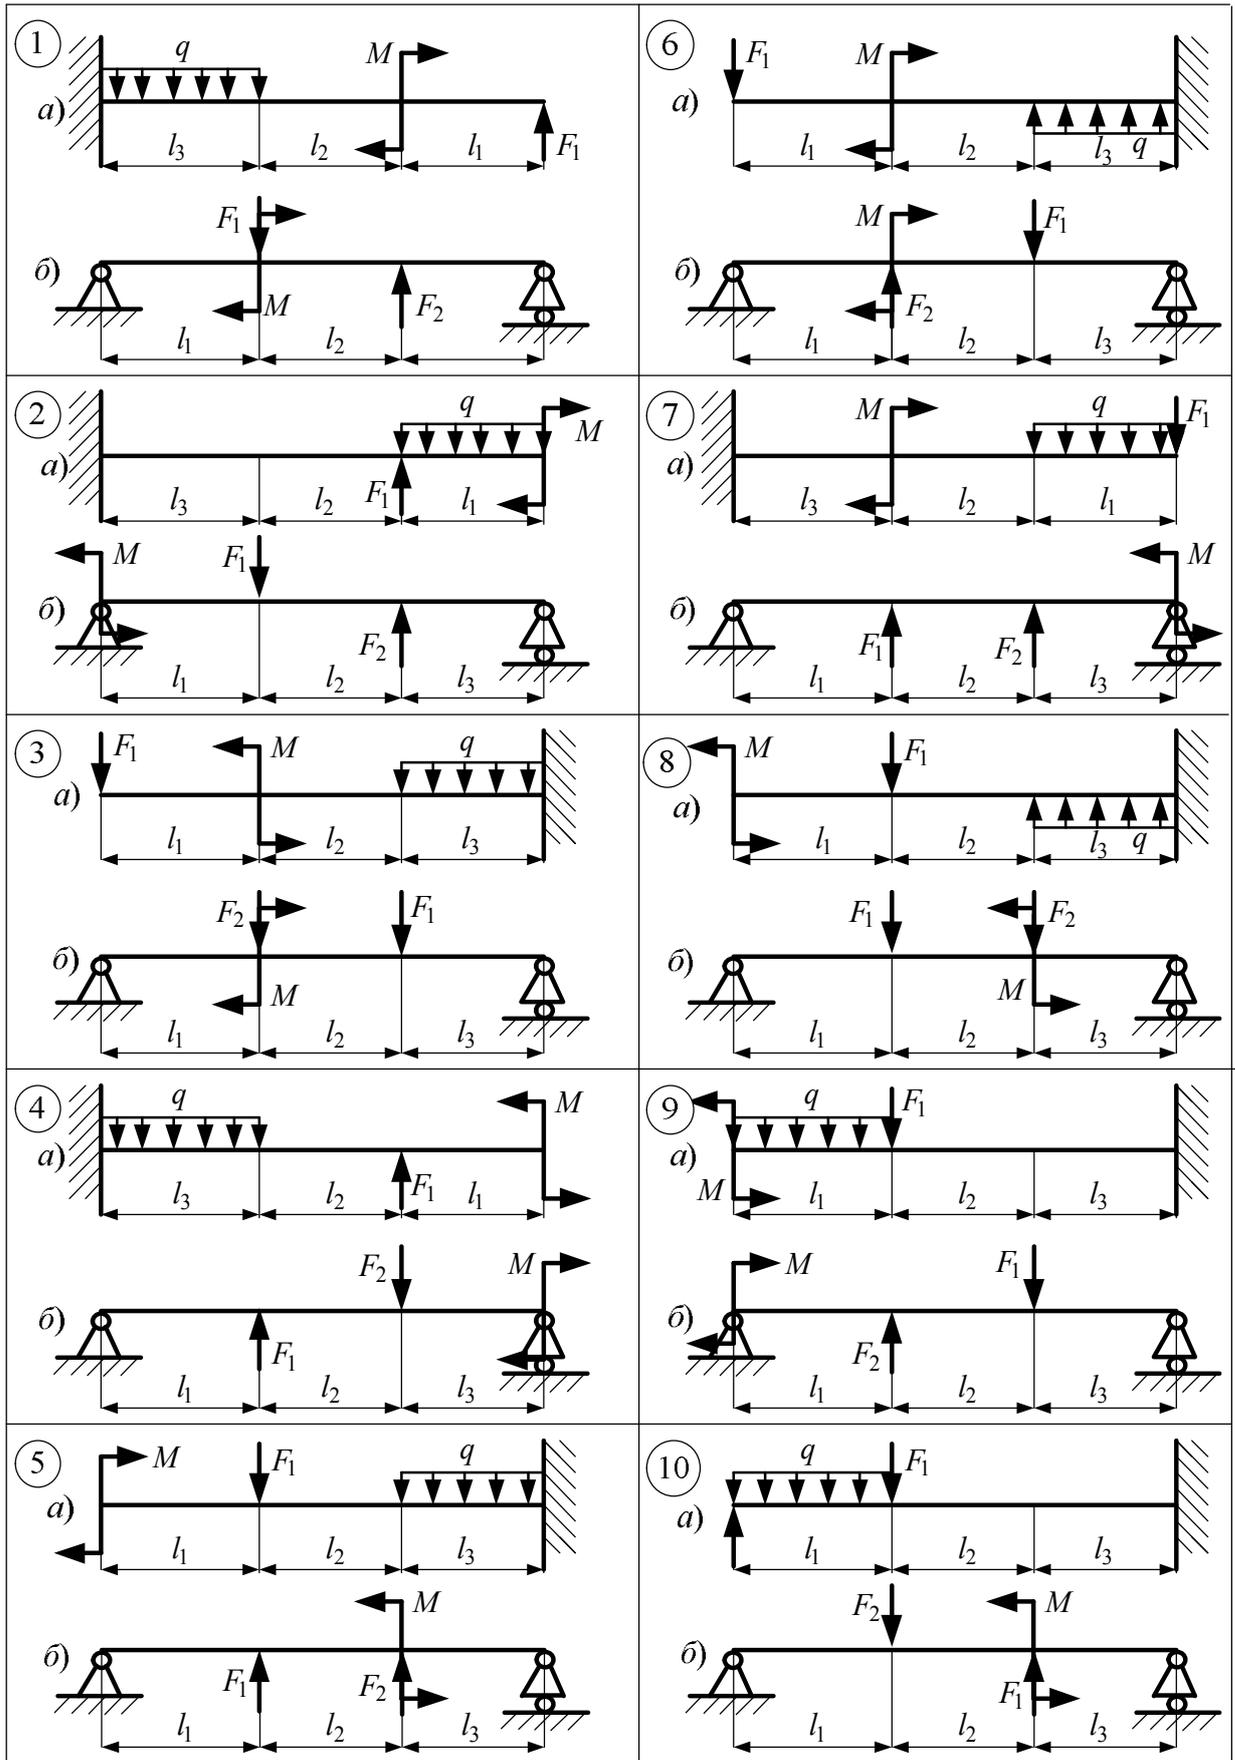

Рис. 3.27
**Задача 9. I.** Для стальной балки, работающей на изгиб (рис. 3.27, а), требуется: 1) построить эпюры внутренних силовых факторов (в.с.ф.) – поперечной силы  $Q$  и изгибающего момента  $M$ ; 2) подобрать размеры поперечного сечения стальной балки для случаев: двутавровой; прямоугольного поперечного сечения со сторонами  $h$  – большая,  $b$  – меньшая ( $h/b = 2$ ); круглого поперечного сечения; сравнить по расходу материала;
II. Для стальной балки, работающей на изгиб (рис. 3.27, б), требуется: 1) определить опорные реакции; 2) построить эпюры внутренних силовых факторов – поперечной силы  $Q$  и изгибающего момента  $M$ ; 3) подобрать размеры двутаврового поперечного сечения стальной балки; 4) построить эпюру прогибов балки и проверить балку по условию жесткости.
Схемы балок приведены на рис. 3.27, числовые данные для расчета – в табл. 3.3.